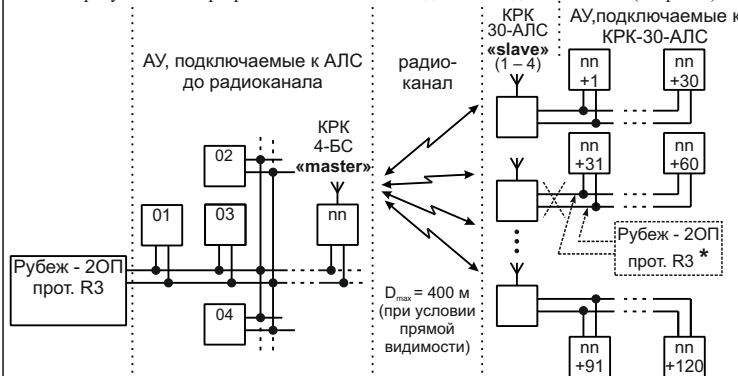

Рисунок 5
7.4 Настройку АУ и проверку топологии на участках АЛС, подключенных к «slave» конвертерам рекомендуется проводить прибором Рубеж-2ОП, который временно подключается к АЛС на данных участках. При этом, рабочую конфигурацию системы в приборе изменять не требуется. Конвертеры КРК-30-АЛС необходимо отсоединить от АЛС (см. рис. 5)